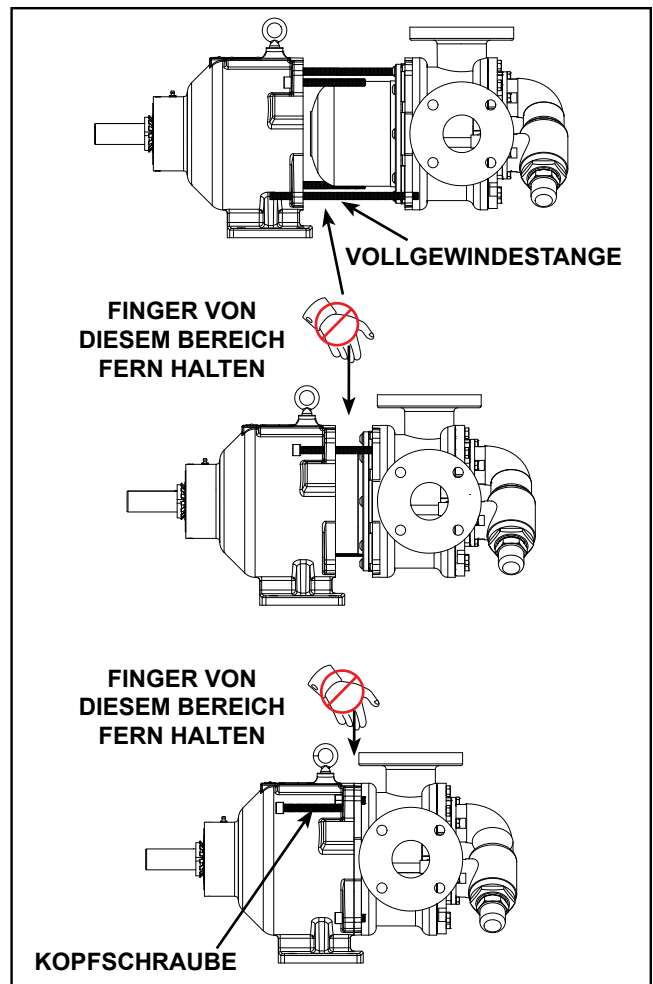

ABBILDUNG 13
Die Finger von der Vorderseite des Pumpen-Montageflansches fern halten. Den Spalttopf in der Bohrung der Halterung ausrichten und vorsichtig einschieben. Wenn die 1/2 x 5 Zoll Kopfschraube nicht wie oben angegeben verwendet wird, wird die Einheit sehr schnell eingezogen, wenn die Magneten sich einander nähern. Die Finger von der Vorderseite der Pumpe fern halten. Siehe Reihenfolge in Abbildung 13.
15. Zwei ½ x 5 Zoll Vollgewinde-Innensechskantschrauben in die Halterung einführen, bis sie vollständig an der Vorderseite der Halterung herausragen, um die Montage der Pumpe zu unterstützen (siehe **Abbildung 13**). Zur Gewährleistung der ordnungsgemäßen Ausrichtung von Pumpe und Halterung und zur Erhöhung der Sicherheit wird empfohlen, je eine Vollgewindestange (15-20 cm) in die diagonal gegenüberliegenden Kopfschraubenbohrungen der Adapterplatte zu schrauben und durch die entsprechenden Bohrungen in der Halterung zu schieben.